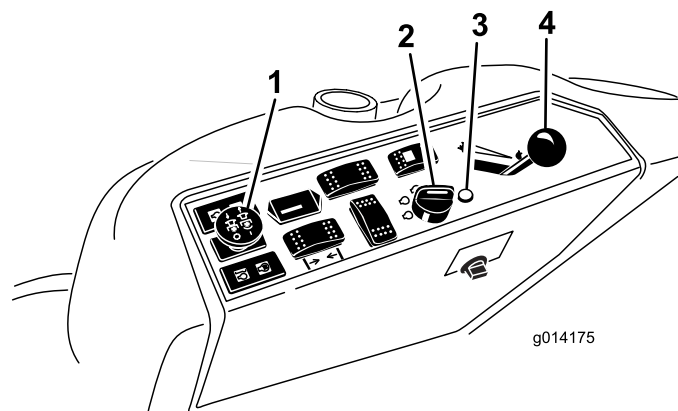

Figura 15
4. Desloque o interruptor da tomada de força para a posição OFF (Figura 15).
5. Mova a alavanca do regulador para o meio entre a posição FAST e a posição SLOW (Figura 15).